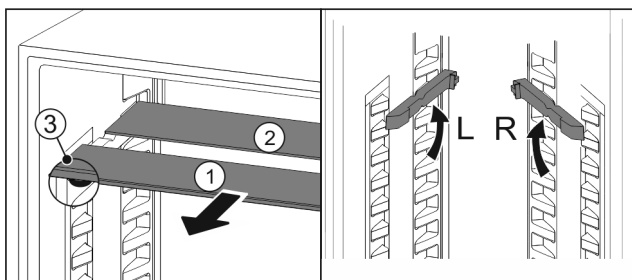

Fig. 70
- ▶ Extrageți Fig. 70 (1) pe rând plăcile de sticlă spre înainte.
- ▷ Placa de sticlă Fig. 70 (1) cu șipca decorativă se află în față.
- ▷ Opritoarele Fig. 70 (3) indică în jos.